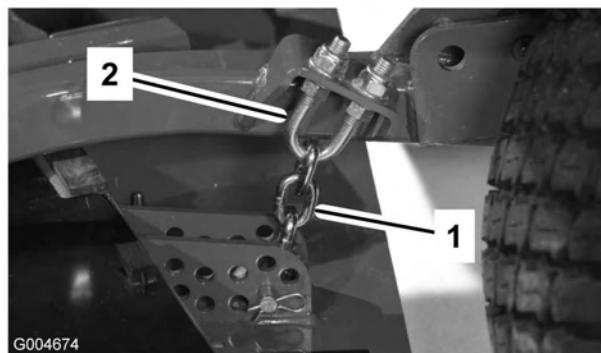

Figura 16
- Togliete la coppia e il perno con testa che fissano le catene dell'altezza di taglio sul retro dell'apparato di taglio (Figura 16).